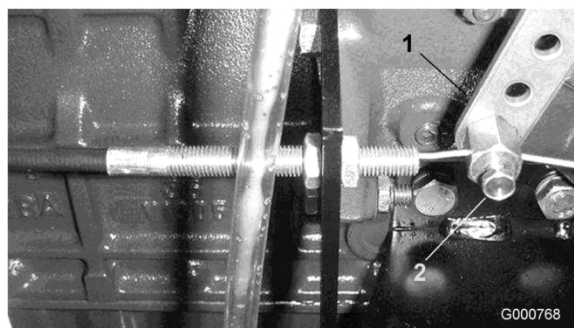

図 44
2. インジェクション・ポンプのレバー・アームの所にあるスロットル ケーブルのコネクタをゆるめる（図 44）。